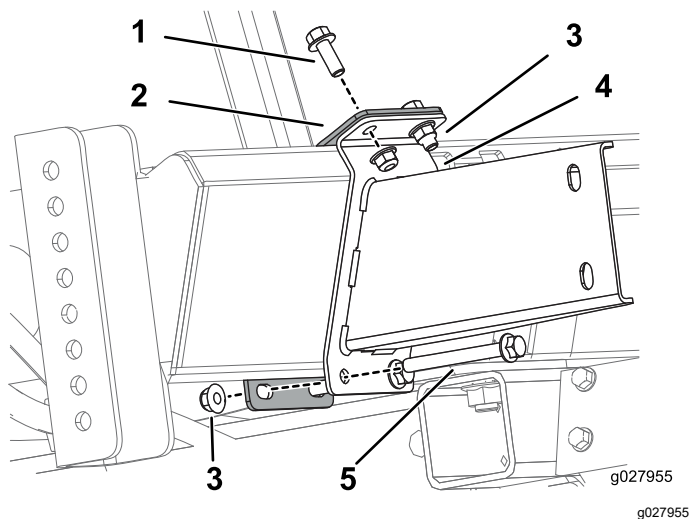

Figura 11
3. Sujete el soporte inferior y el refuerzo del soporte inferior al bastidor usando 2 pernos (3/8"-16), 2 pernos (3/8"-16 x 3 1/2") y 4 tuercas con arandela prensada (3/8"-16), según se muestra en Figura 11.